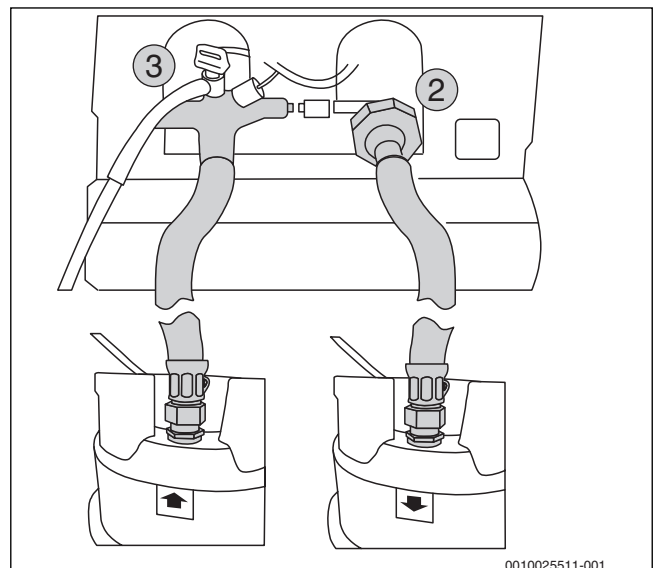

Bild 9 Modul an Entsalzungspatrone anschließen
- ▶ Dritten Anschlussschlauch am Bypassentsalzungsmodul (Anschluss 2) anschließen und mit dem Eingang der Entsalzungspatrone verbinden. Dichtungen verwenden. (→Bild 9)
- ▶ Vierten Anschlussschlauch am Bypassentsalzungsmodul (Anschluss 3) anschließen und mit dem Ausgang der Entsalzungspatrone verbinden. Dichtungen verwenden. (→Bild 9)